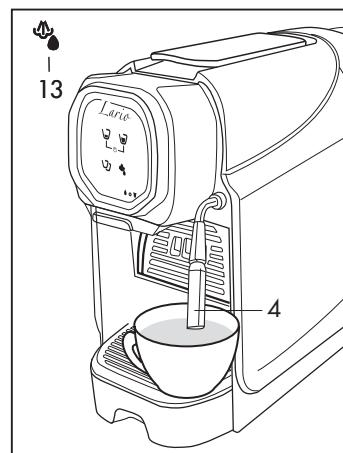

Fig. 12
- Posizionare una tazza sotto il beccuccio (4) (**Fig.12**)
- Tenendo premuto il simbolo (13) la macchina eroga acqua calda (**Fig.12**) rilasciare il tasto quando si è raggiunta la quantità desiderata
- Con la leggera pressione di un tocco sul simbolo (13) si attiva la funzione vapore (**Fig.12**) premere nuovamente il tasto per arrestare la funzione vapore